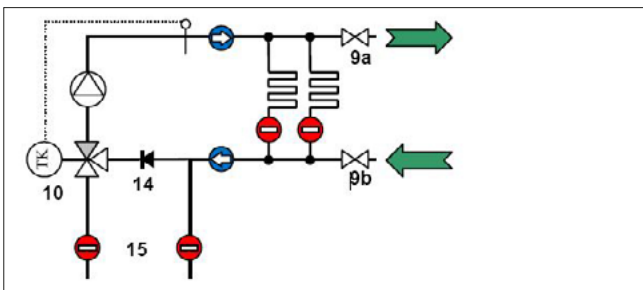

Fig. 8-3
5. Forbind fyldeslangen til fylde- og aftapningsventilen på returkredsen (9b, Fig. 8-3) og aftapningsslangen til fylde- og aftapningsventilen på forsyningkredsen (9a, Fig. 8-3).